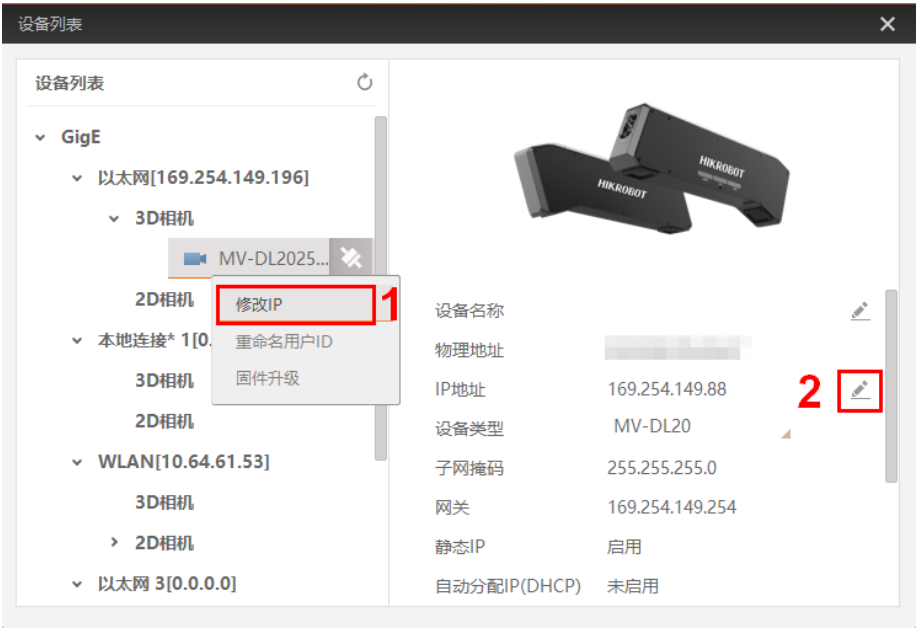

图2-6 进入修改 IP 地址窗口
- 通过右键单击选择“修改 IP”的方式修改，如图 2-6 中 1 所示。
- 通过单击设备信息中 IP 地址右侧的  进行修改，如图 2-6 中 2 所示。